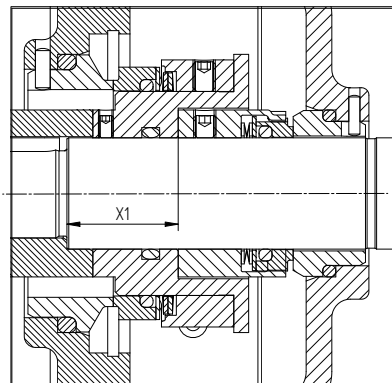

Figura 16: Reglajul garniturii mecanice MD1.
- 6 Montați partea rotativă a garniturii mecanice (1220) pe ax. Reglați partea rotativă a garniturii mecanice la distanța X1 de figura 16 și tabelul corespunzător. Fixați-o strângând șurubul de reglare.